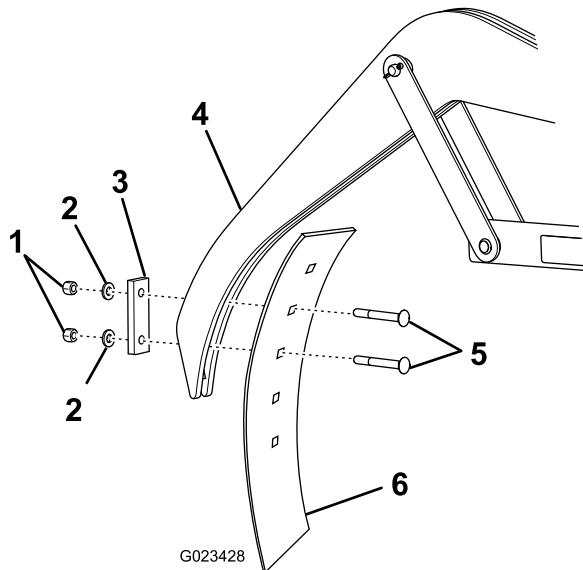

Figura 3
- Instale la pala del rascador en la barra del rascador con 2 pernos de cuello cuadrado (1/2 x 4 pulgadas), una placa, 2 arandelas (1/2 pulgada) y 2 contratuerzas (1/2 pulgada), según se muestra en Figura 3.